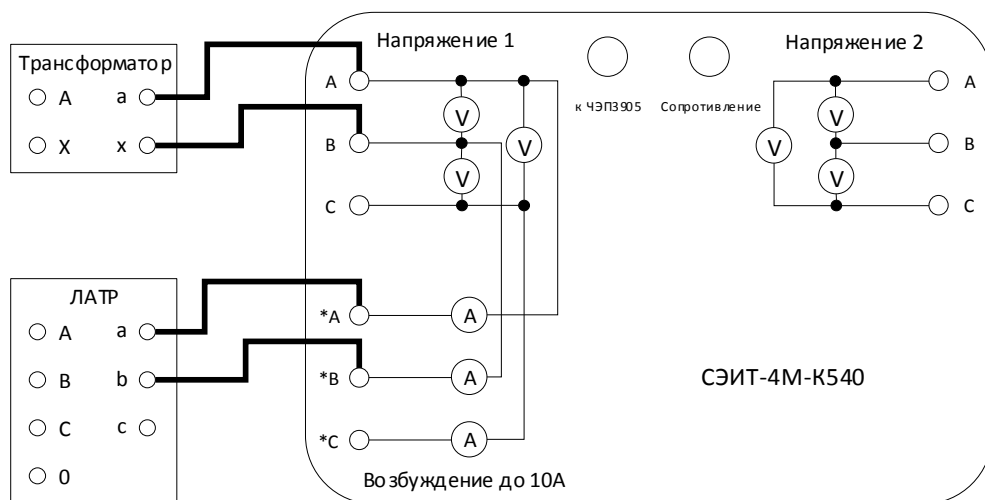

Рис. 12. Схема соединений для опыта холостого хода однофазного трансформатора
5.3.1.3. Для проведения опыта с однофазным трансформатором собирается схема, представленная на рис. 12.